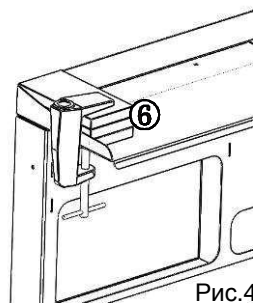

Рис.4
- в пирамиде (3) или фланце (4), закрепленными на горизонтальной поверхности в зависимости от ее свойств (толщина, материал) винтами с гайками и шайбами.
2.2 Для крепления струбины к поверхности с ребром рекомендуется использовать пластины (6), рис.4.